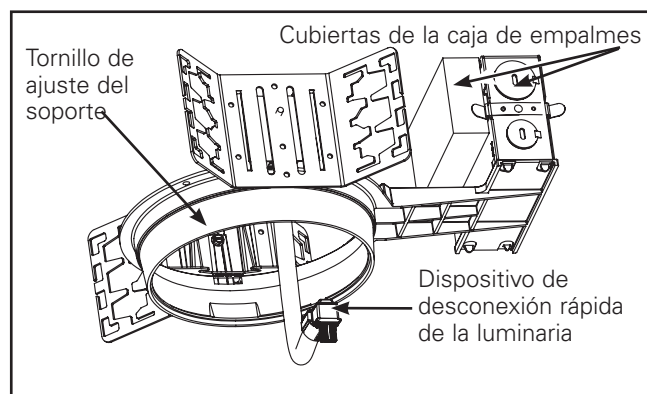
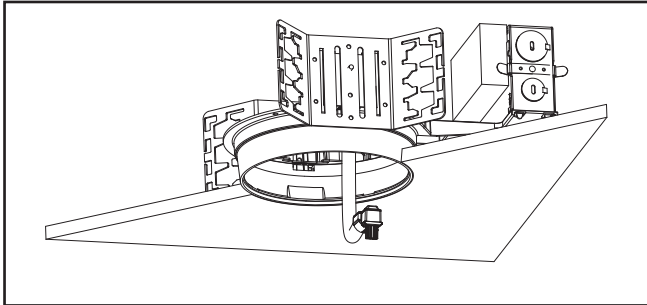

Figura 1.
Figura 2.
2. Tornillo de ajuste del soporte: Ajuste los tornillos de ajuste del soporte (Figura 1.) de modo que la parte inferior del anillo de yeso quede al ras de la línea del techo acabada. (Figura 2.) El soporte del colgante es reversible para permitir un ajuste total de 5".
1. Coloque el extremo del conducto flexible a través de la apertura del marco en el techo tal que quede expuesta la parte superior del dispositivo de desconexión rápida (Figura 2.).
Para la instalación del marco (Figura 2.).